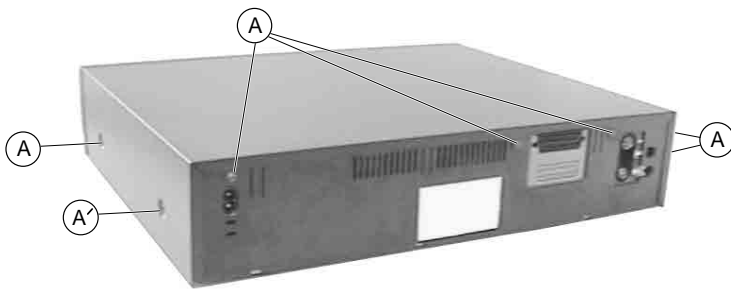

Fig. 1
- 6 Schrauben (A) herausdrehen und Schraube (A') (Fig. 1) lösen.
- Undo 6 screws (A) and loosen screw (A') (Fig. 1).